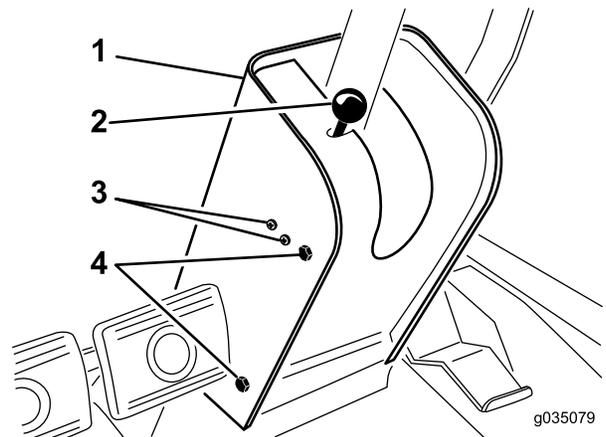

Figure 70
2. Retirez le pommeau de la tige du frein de stationnement et les vis du couvercle de la colonne de direction (Figure 70).
4. Desserrez les vis et écrous qui fixent le contacteur du frein de stationnement sur la gauche de la colonne de direction (Figure 70).